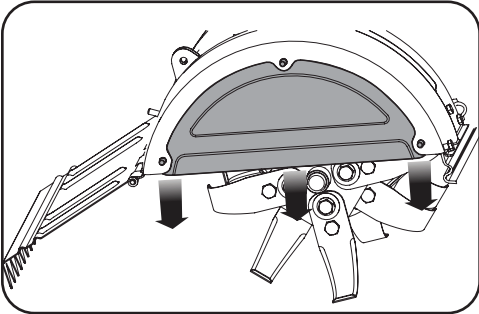

Figure 4-6
- 2. Faites sortir le panneau latéral du couvercle de protection des dents. Voir Figure 4-6.